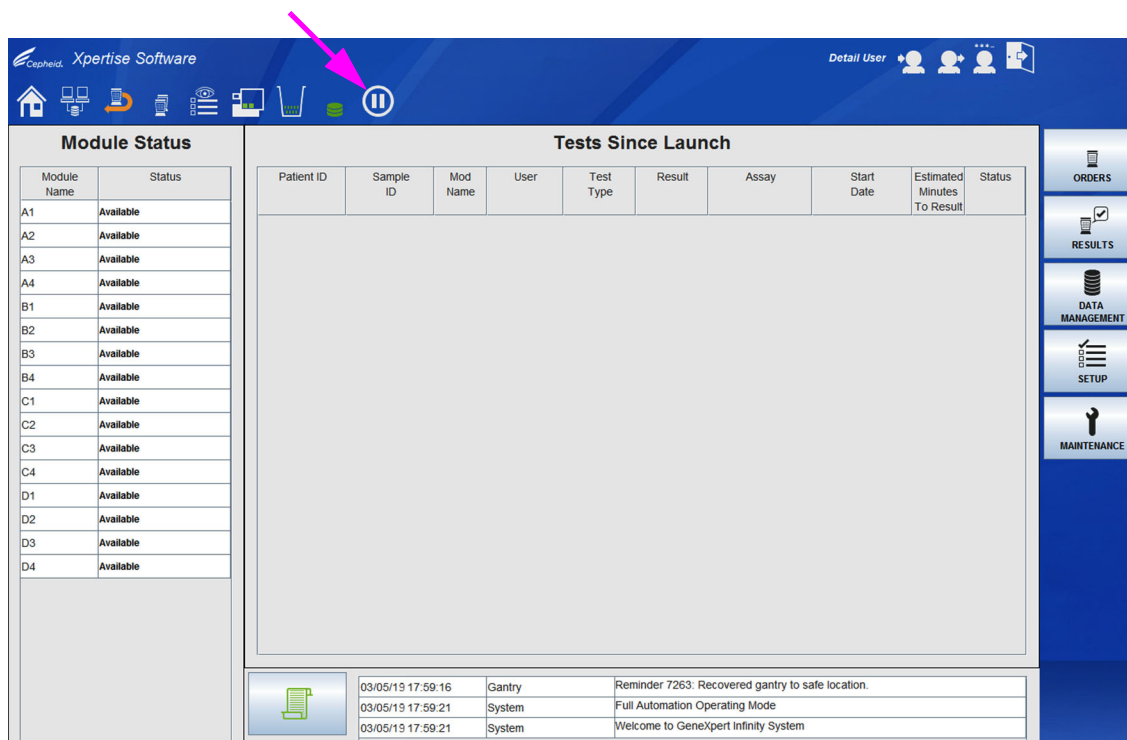
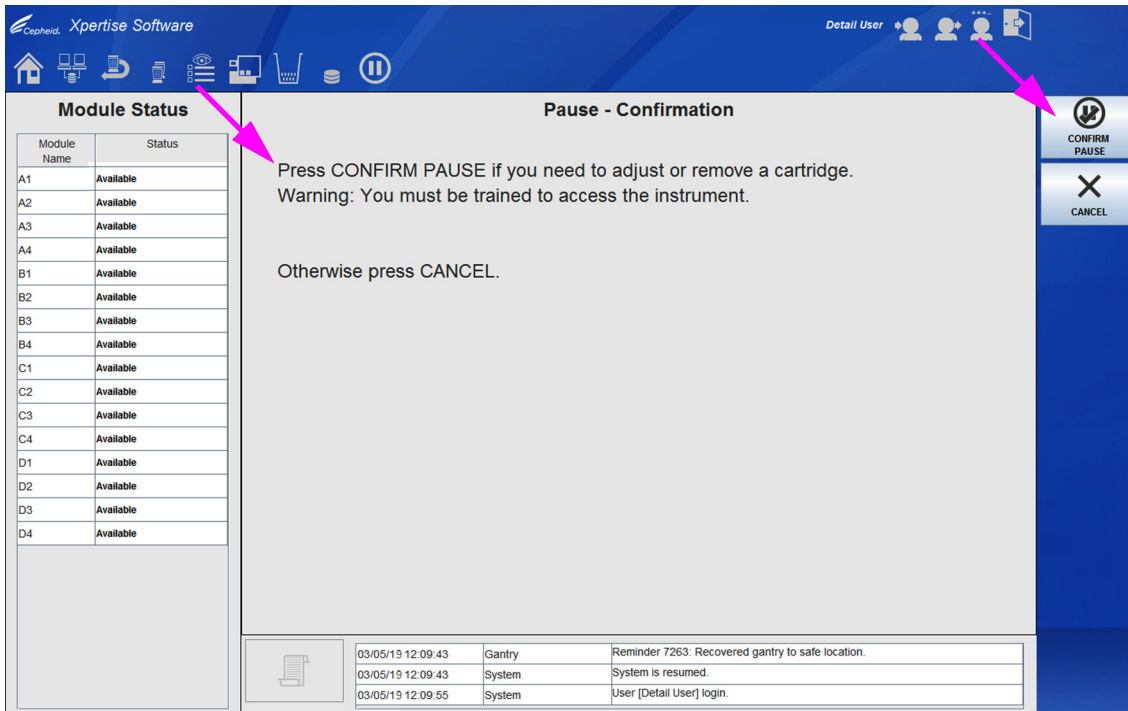
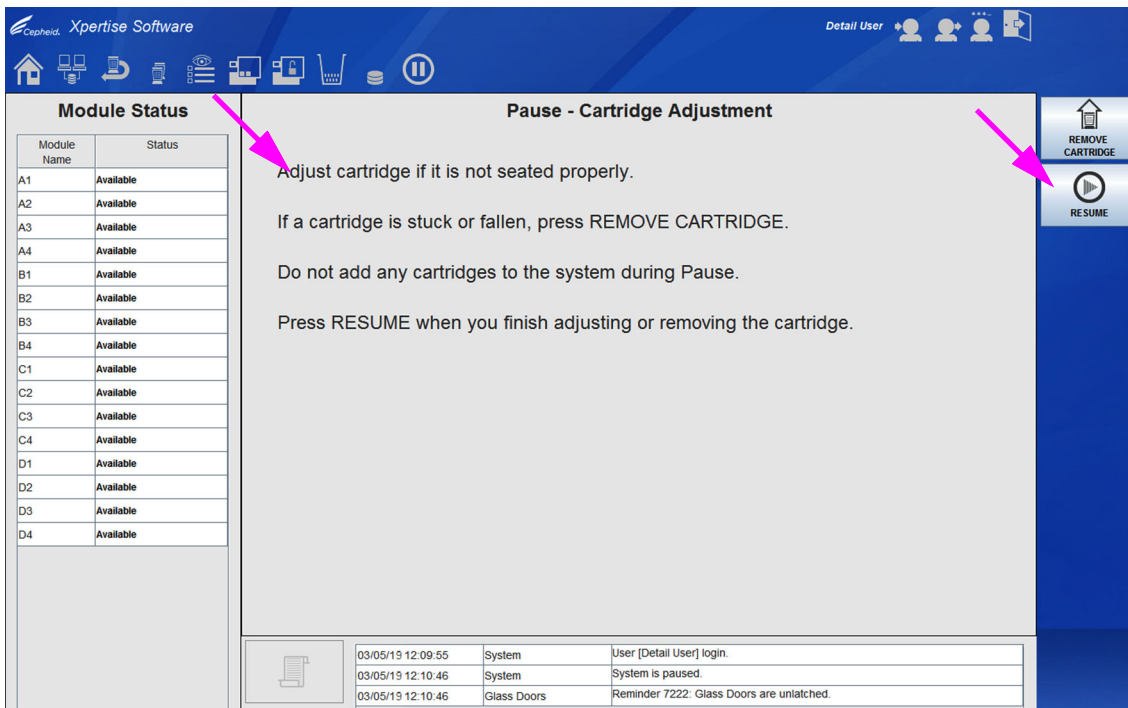

图 10-34. Xpertise 软件主页工作区
图 10-35. 暂停 - 确认 (Pause - Confirmation) 工作区
图 10-36. 暂停 - 检测盒调整 (Pause - Cartridge Adjustment) 工作区
1. 选择位于控制面板上的 **暂停** 图标（参见图 10-34）。暂停 - 确认 (Pause - Confirmation) 工作区会显示。请参见图 10-35。
2. 阅读并执行暂停 - 确认 (Pause - Confirmation) 工作区中提供的说明（参见图 10-35）并选择 **确认暂停 (CONFIRM PAUSE)** 按钮。暂停 - 检测盒调整 (Pause - Cartridge Adjustment) 工作区会显示。请参见图 10-36。
3. 阅读并执行暂停 - 检测盒调整 (Pause - Cartridge Adjustment) 工作区中所提供的说明。请参见图 10-36。调整任何需要重新放置的检测盒。